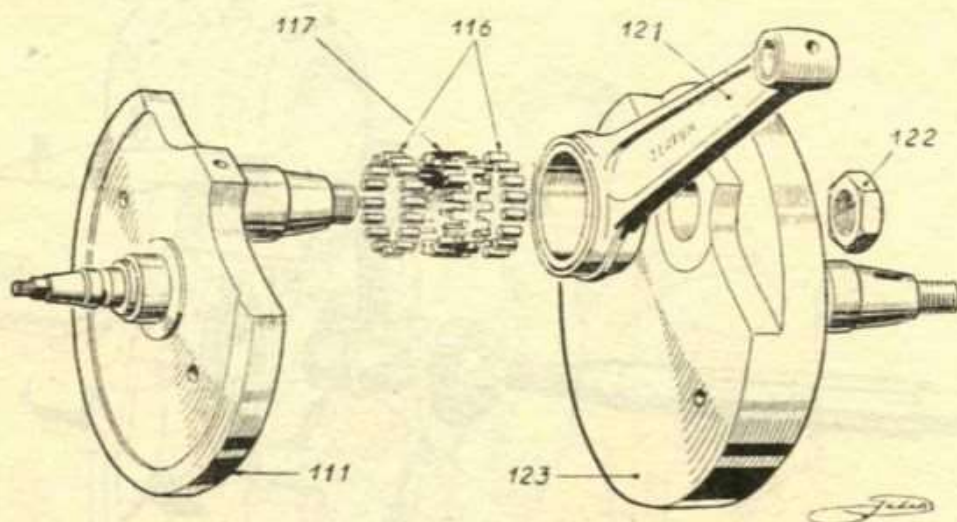

Fig. 15 - Smontaggio dell'asse motore
15) - Smontaggio dell'asse motore (fig. 15 e 16).